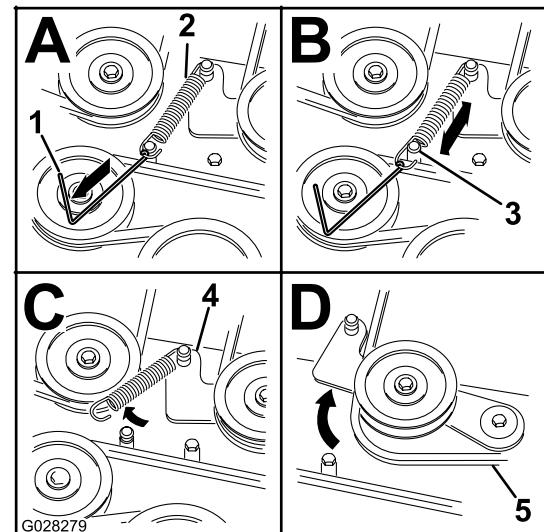

Figura 64
8. Alivie la tensión del muelle de la polea tensora. Consulte Figura 64.
Nota: Utilice la herramienta para la retirada de muelles (Pieza Toro N° 92 – 5771) para retirar el muelle del anclaje de la carcasa de corte (Figura 64).